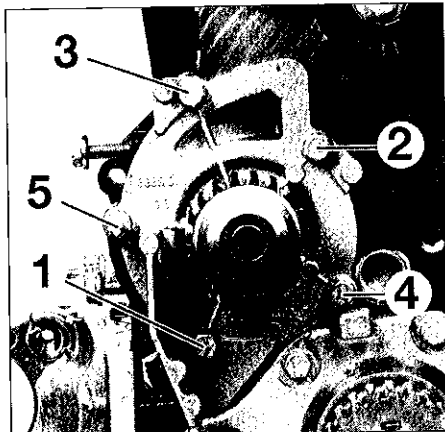

FIG.26
- Déposer les vis de fixation de la pompe à eau et la dégager (Fig.26).
À la repose, nettoyer soigneusement les plans de joint de la pompe et du bloc-cylindres à l'aide d'un produit décapant. Mettre en place la pompe à eau munie d'un joint neuf dans le bloc-cylindres et serrer ses vis de fixation dans l'ordre (Fig.26) et au couple prescrit. Procéder à la repose et au calage de la courroie de distribution. Procéder au remplissage et à la purge du circuit de refroidissement et contrôler l'absence de fuites moteur tournant.